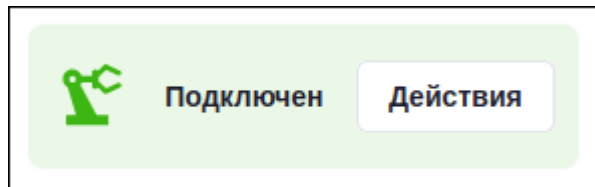

Рисунок 24 – Статус подключения к манипулятору
- Статус подключения к манипулятору изменится на «Подключен» (Рисунок 24). Манипулятор готов к работе.